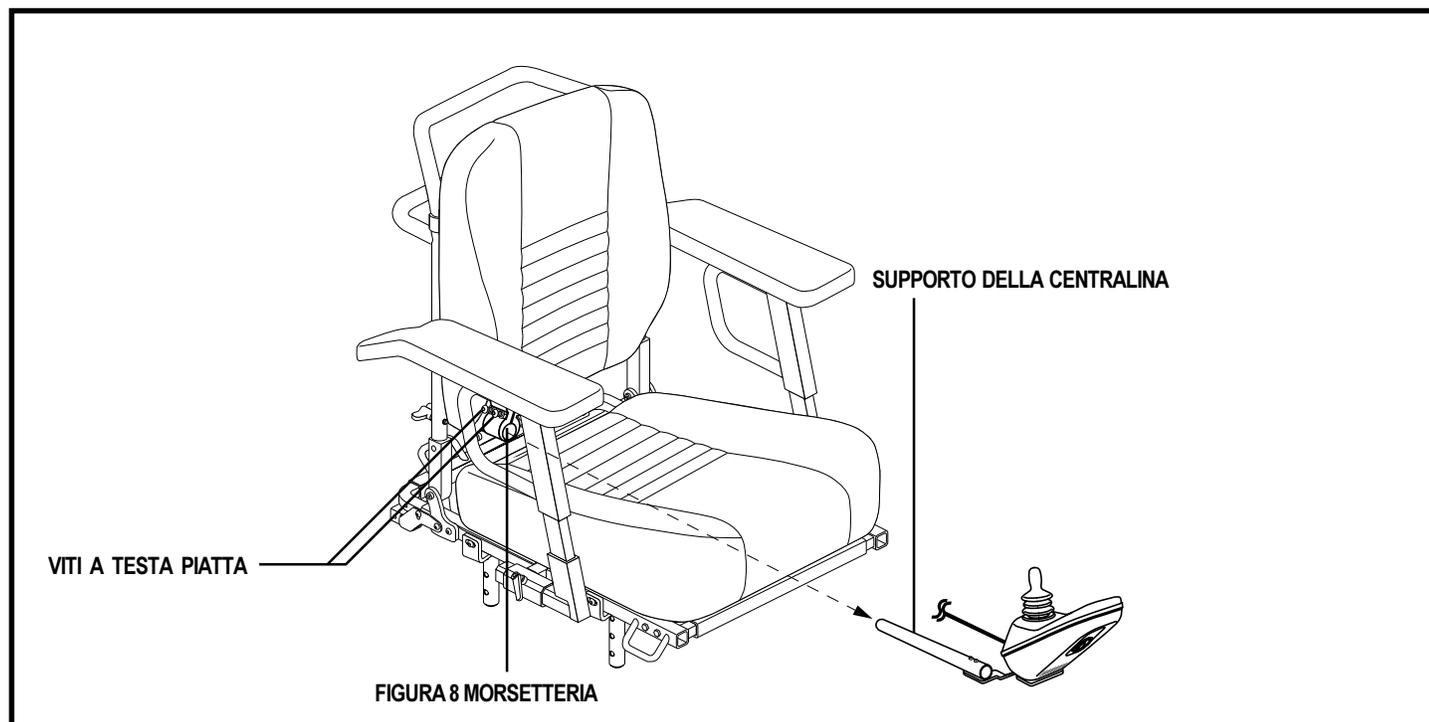

Figura 23. Posizione della centralina (Euro Seat)
4. Allentare le viti a testa piatta nella morsetteria della figura 8, ubicate sul bracciolo. Vedere figura 23.